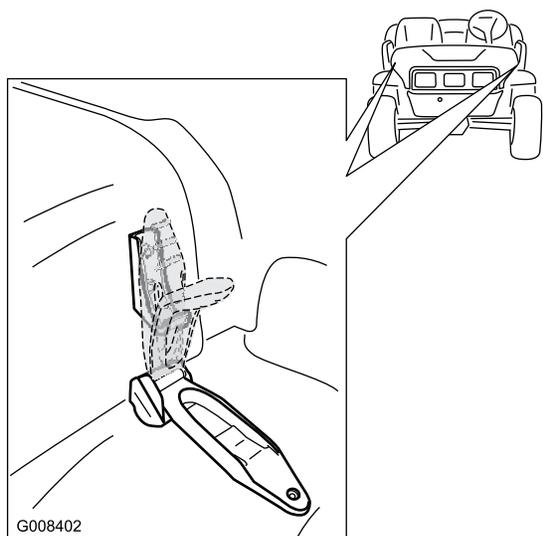

Figura 19
1. Libere la correa de goma de cada lado del capó (Figura 19).